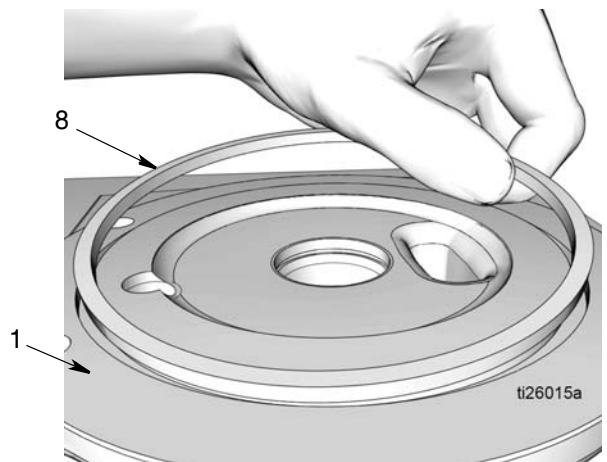

FIG. 45
7. Appliquer une mince couche de graisse sur le joint à section carrée (8). Poser le joint à section carrée (8) dans la gorge de la base de la pompe (1) comme indiqué à la FIG. 45.